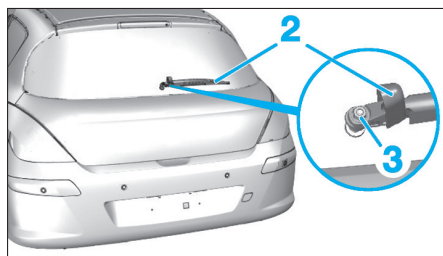

Fig. 135
- l'écrou (3) puis déposer le bras d'essuie-vitre arrière (2) (Fig.135),